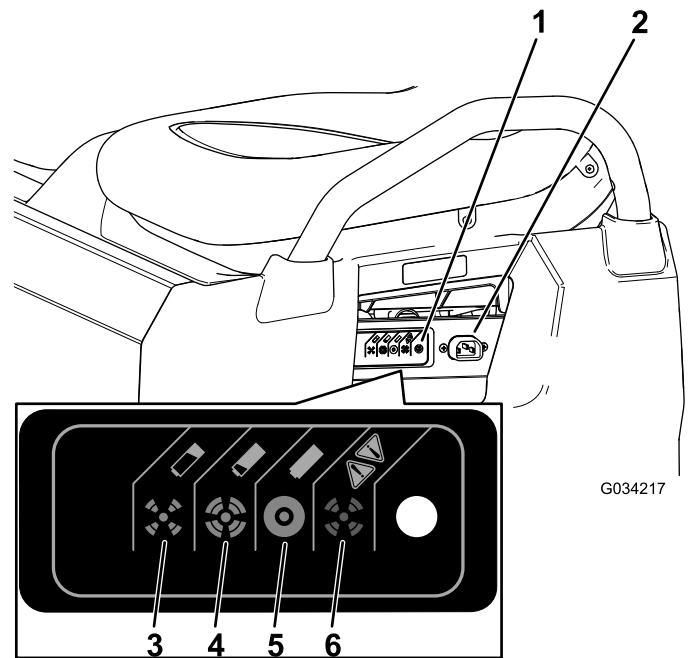

図 36
3. チャージャコードの太さは16ゲージまたはそれ以上太いもので、長さは2.5 m以内を、マシンの充電ソケットに接続する **図 36**。
充電状態を表す色の意味については、下の表と**図 36**で確認してください。